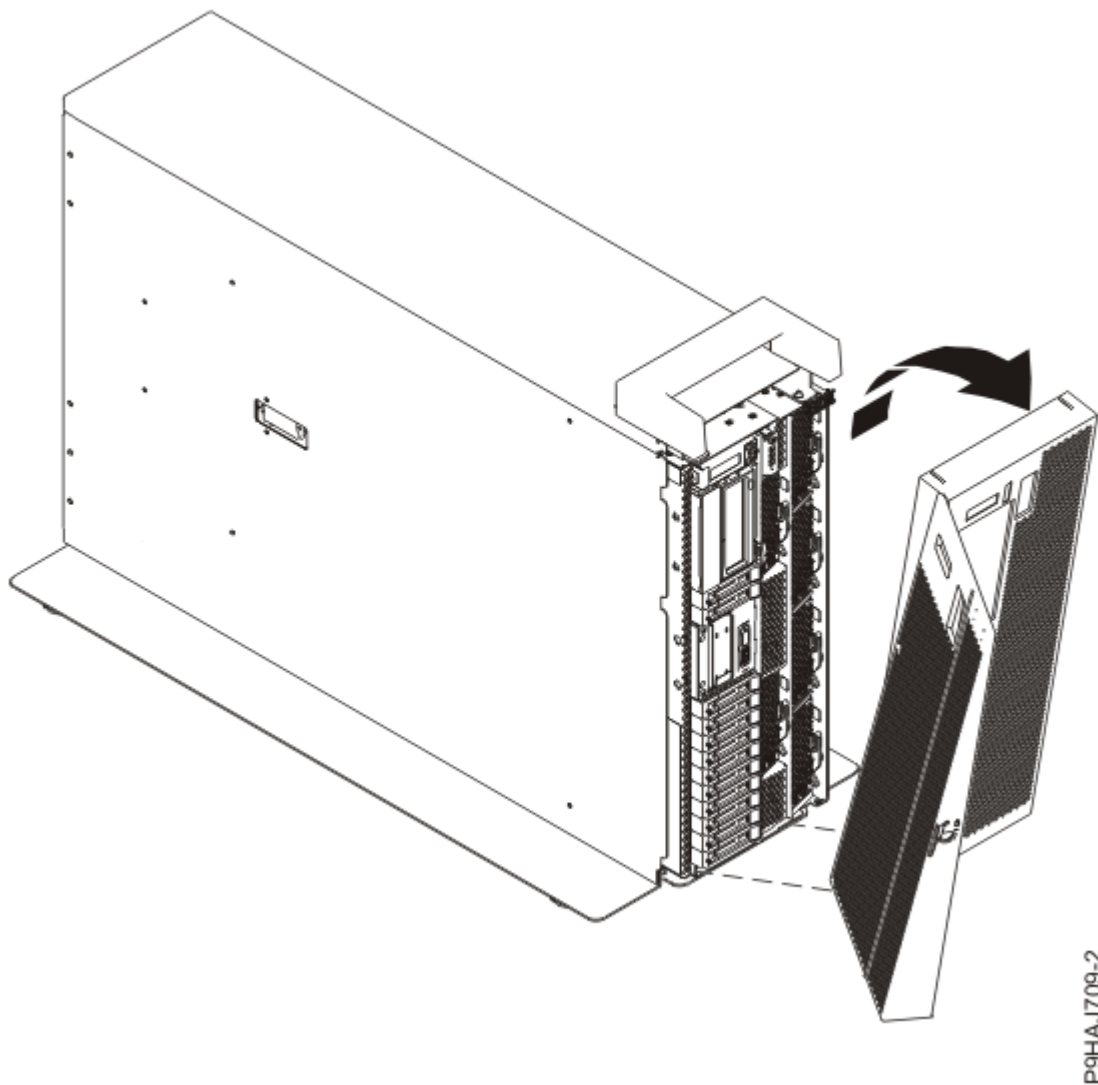

Figure 55. Retrait du capot avant
- d) Retirez le capot du système, comme illustré dans la Figure 55, à la page 60.